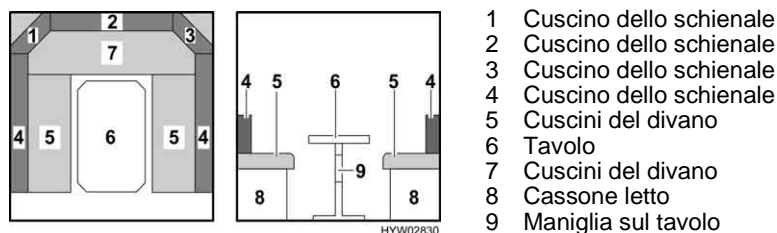

Fig. 43 Prima della trasformazione
- Collocare i cuscini dello schienale (Fig. 43,1, Fig. 43,2 e Fig. 43,3) sotto il tavolo.
- Sistemare i cuscini del divano (Fig. 43,5).
- Sollevare la maniglia (Fig. 43,9) del tavolo (Fig. 43,6) verso l'alto e tirarla leggermente.